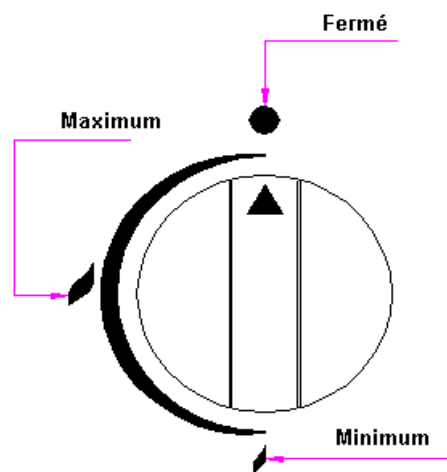

Fig. 3
- c) Appuyez la commande du bruleur choisi et d'un quart de tour en sens inverse des aiguilles d'une montre arriver à la position de maximum (Fig. 3)
- e) Pour le brûleur au minimum tournez la commande en sens inverse des aiguilles d'une montre sans appuyer de la position maximum à la position minimum. (Fig.3)